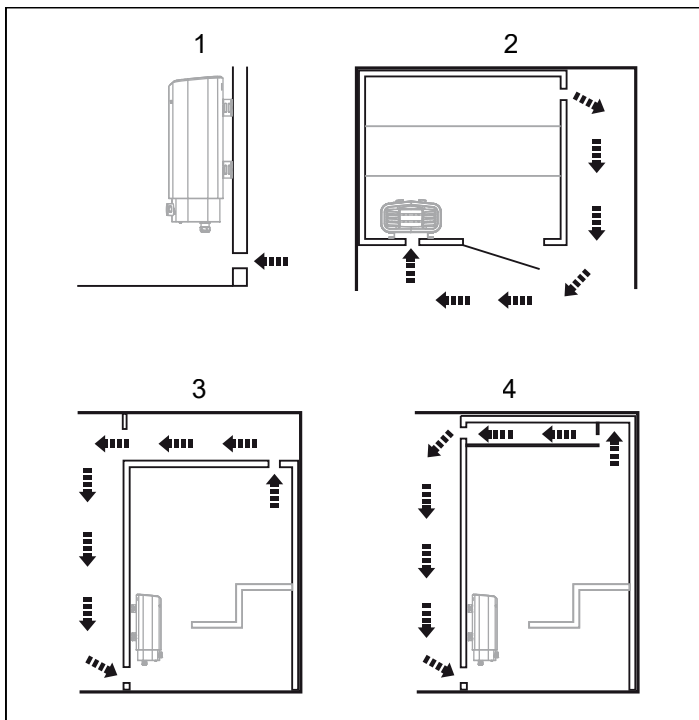

Рис. 4: Размещение впускного и выпускного вентиляционных воздушных каналов
- Вентиляция сауны должна быть выполнена в соответствии с указаниями данной инструкции (см. разделы «Размещение впускного воздушного клапана», рис. 4, и «Размещение выпускного воздушного клапана», рис. 4).
- Разместите впускной воздушный клапан (см. раздел «Размещение впускного воздушного клапана», рис. 4).
- Разместите выпускной воздушный клапан (см. раздел «Размещение выпускного воздушного клапана», рис. 4).
- на максимальном расстоянии до впускного вентиляционного канала, например, по диагонали (см. рис. 4);
- высоко на стене или на потолке (см. рис. 4);